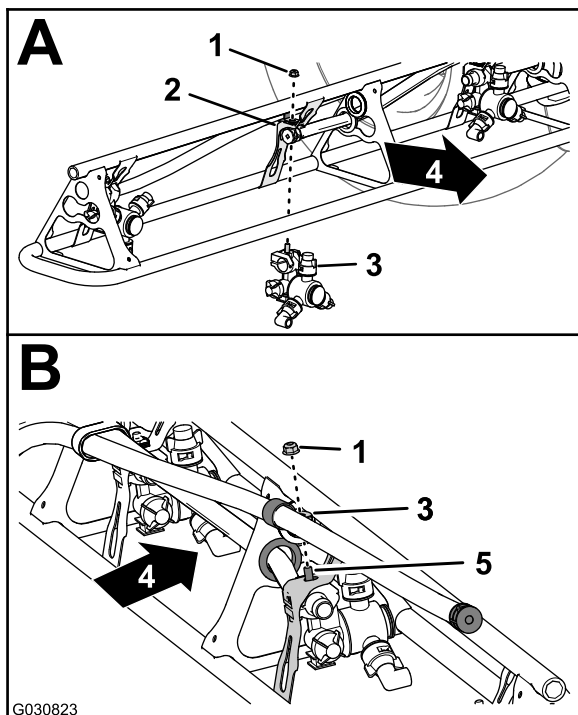

图 144
- 在喷嘴的位置 1 和 4 处使用在 **从外部喷洒臂段上卸下喷嘴 (页码 50)** 的步骤 2 中卸下的凸缘锁紧螺母 5/16 英寸将喷嘴安装到喷嘴固定架图 144 中的 A 上。
- 在喷嘴的位置 2 和 3 处使用在 **在外部喷洒臂段上安装喷嘴 (页码 55)** 的步骤 2 中卸下的凸缘锁紧螺母 5/16 英寸将喷嘴安装到喷嘴固定架图 144 中的 A 和 B 上。